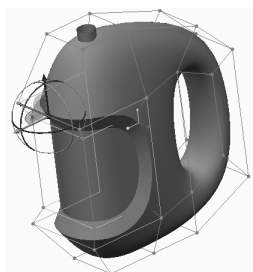

图 7-54 相应外侧边的“皱褶”效果
21) 使用和步骤 20) 同样的方法，在相应外侧边设置“硬皱褶”效果，如图 7-54 所示。